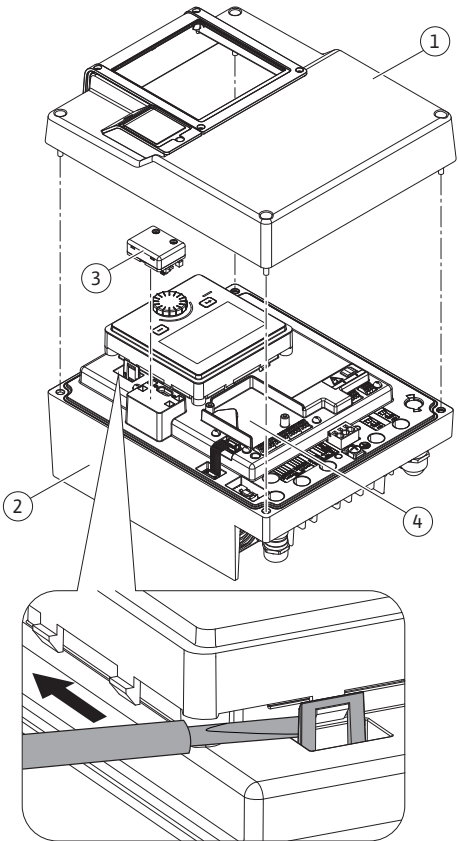
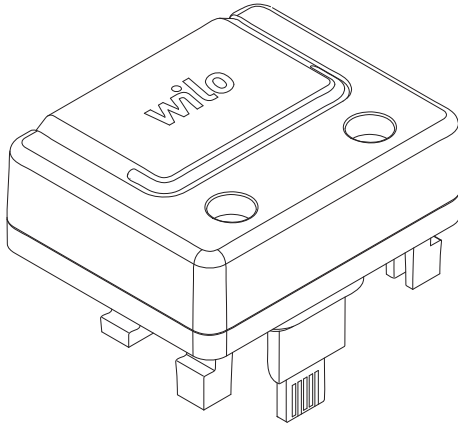

Fig. 25: Módulo electrónico
Fig. 26: Módulo Wilo-Smart Connect BT
1. Abra los ganchos (Fig. 25) con cuidado utilizando una herramienta (p. ej. destornillador).
La interfaz Bluetooth del módulo Wilo-Smart Connect BT (Fig. 25, Pos. 3 y Fig. 26) sirve para la conexión a terminales móviles, como smartphones y tabletas. En la aplicación Wilo-Assistant está la función Wilo-Smart Connect. Con la función Wilo-Smart Connect se puede manejar y ajustar la bomba y se pueden leer sus datos. Véanse los ajustes en el capítulo «Puesta en marcha» [► 283].
1. Afloje los cuatro tornillos de la parte superior del módulo electrónico (Fig. 25, Pos. 1; Fig. 1, Pos. 2).
3. Inserte el módulo Wilo-Smart Connect BT en la interfaz Wilo-Connectivity prevista. Véase la Fig. 25, Pos. 3.
Los módulos CIF (accesorios) sirven para la comunicación entre las bombas y la gestión técnica centralizada. Los módulos CIF se insertan en el módulo electrónico (Fig. 25, Pos. 4).